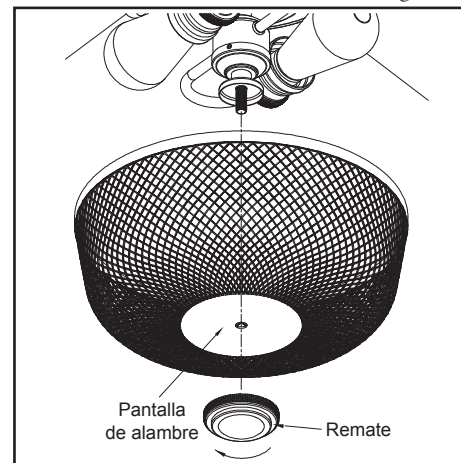

Figura 18
6. Quita el remate de la boquilla roscada del conjunto del soporte del kit de luces. Coloca la pantalla de alambre sobre la boquilla roscada. Reinstala correctamente el remate en la boquilla roscada. (Figura 18)